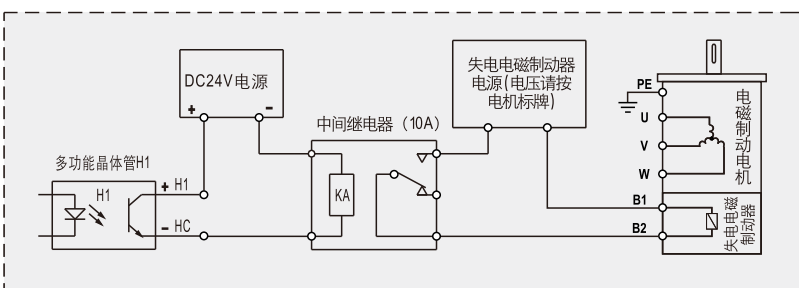

图 7
4. 电磁制动频率到达	连锁控制电磁制动电机的制动器, 保证同步运行, 详见 P-277 接线图中图7。